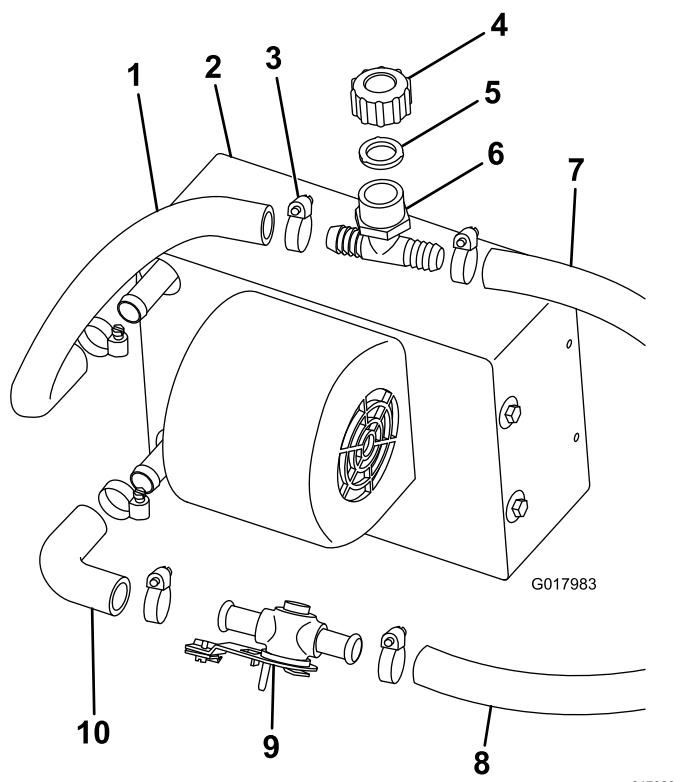

図 19
- ヒーター・アセンブリの下側フィッティングにエルボホースをクランプで取り付ける図 19。
- ホースクランプを使って、ヒーター・バルブをエルボホースに取り付ける図 19。
- ホース $\frac{5}{8}$ " = 15 mmを、36 cm の長さに切断し、それをヒーター・アセンブリの上部フィッティングにホースクランプで固定する図 19。
4. ホースクランプを使って、補給口、ガスケット、キャップを、上部ヒーターホースに取り付ける図 19。